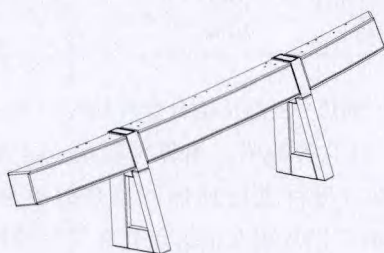
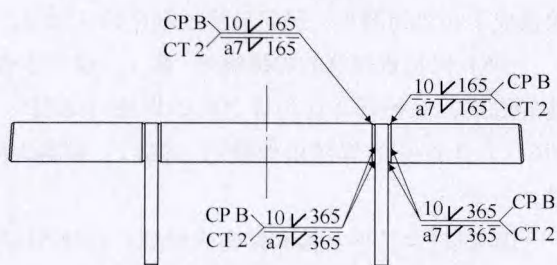
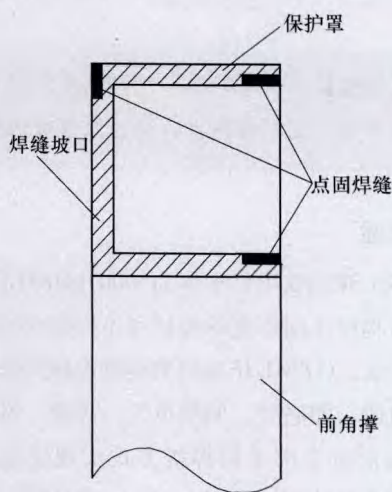

图1 A车司机室保护罩
图2 司机室保护罩焊缝示意
图4 点固焊位置示意
GZML3E地铁项目车体为5000和6000系列铝合金, 其结构由不同厚度的板材和不同形状的中空型材组焊而成。GZML3E项目的地铁车辆的车体由五个部分组成, 即底架、侧墙单元、顶盖、端墙及司机室, 每部分全部采用焊接方式实现连接。一列GZML3E项目的地铁由两个A车、两个B车、两个C车组成。其中A车司机室保护罩(见图1、图2)在设计过程中对这部分焊缝的质量定级为CP B, 焊缝检验等级最低要求为CT 2, 即焊缝需要进行10%超声波检测, 10%渗透探伤检测, 100%目测检测。
(3) 装配 首先焊接保护罩与前角撑之间的焊缝(见图2),保护罩的坡口角度为 55° ,并保证1mm左右的钝边,以防烧穿;其次,将保护罩放在与前角撑装配位置,其间隙应小于1mm,防止间隙过大,造成焊穿、焊塌;最后,点固焊点在坡口内侧,三段点固焊缝应分别点固在“C”形保护罩角位置进行固定焊(见图4)。焊缝长度为30mm。同时,点固焊应无裂纹出现,否则用风动铣头把裂纹清除之后重新点焊。